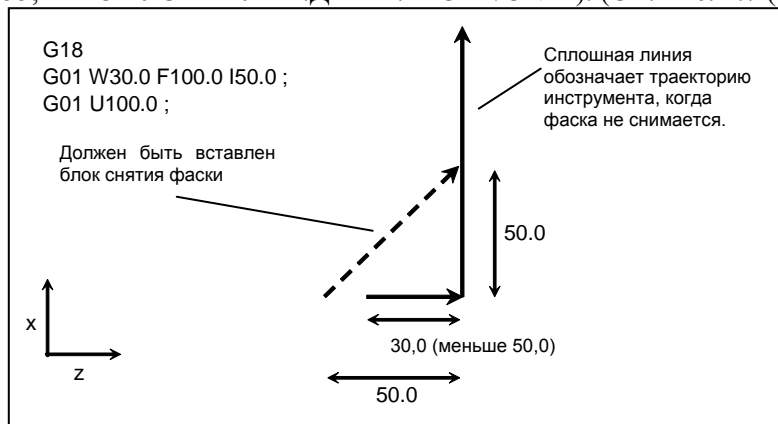

Рис. 4.7 (а) Пример обработки, вызывающей сигнал тревоги PS0055
- 7) Расстояние перемещения по оси задано в блоке, содержащем снятие фаски или скругление углов R, задается меньшим, чем величина снятия фаски или скругления углов R (сигнал тревоги PS0055, "ПРОПУСК ВЕЛИЧ.ДВИЖ. В CHF/CNR"). (См. Рис. 4.7 (а).)